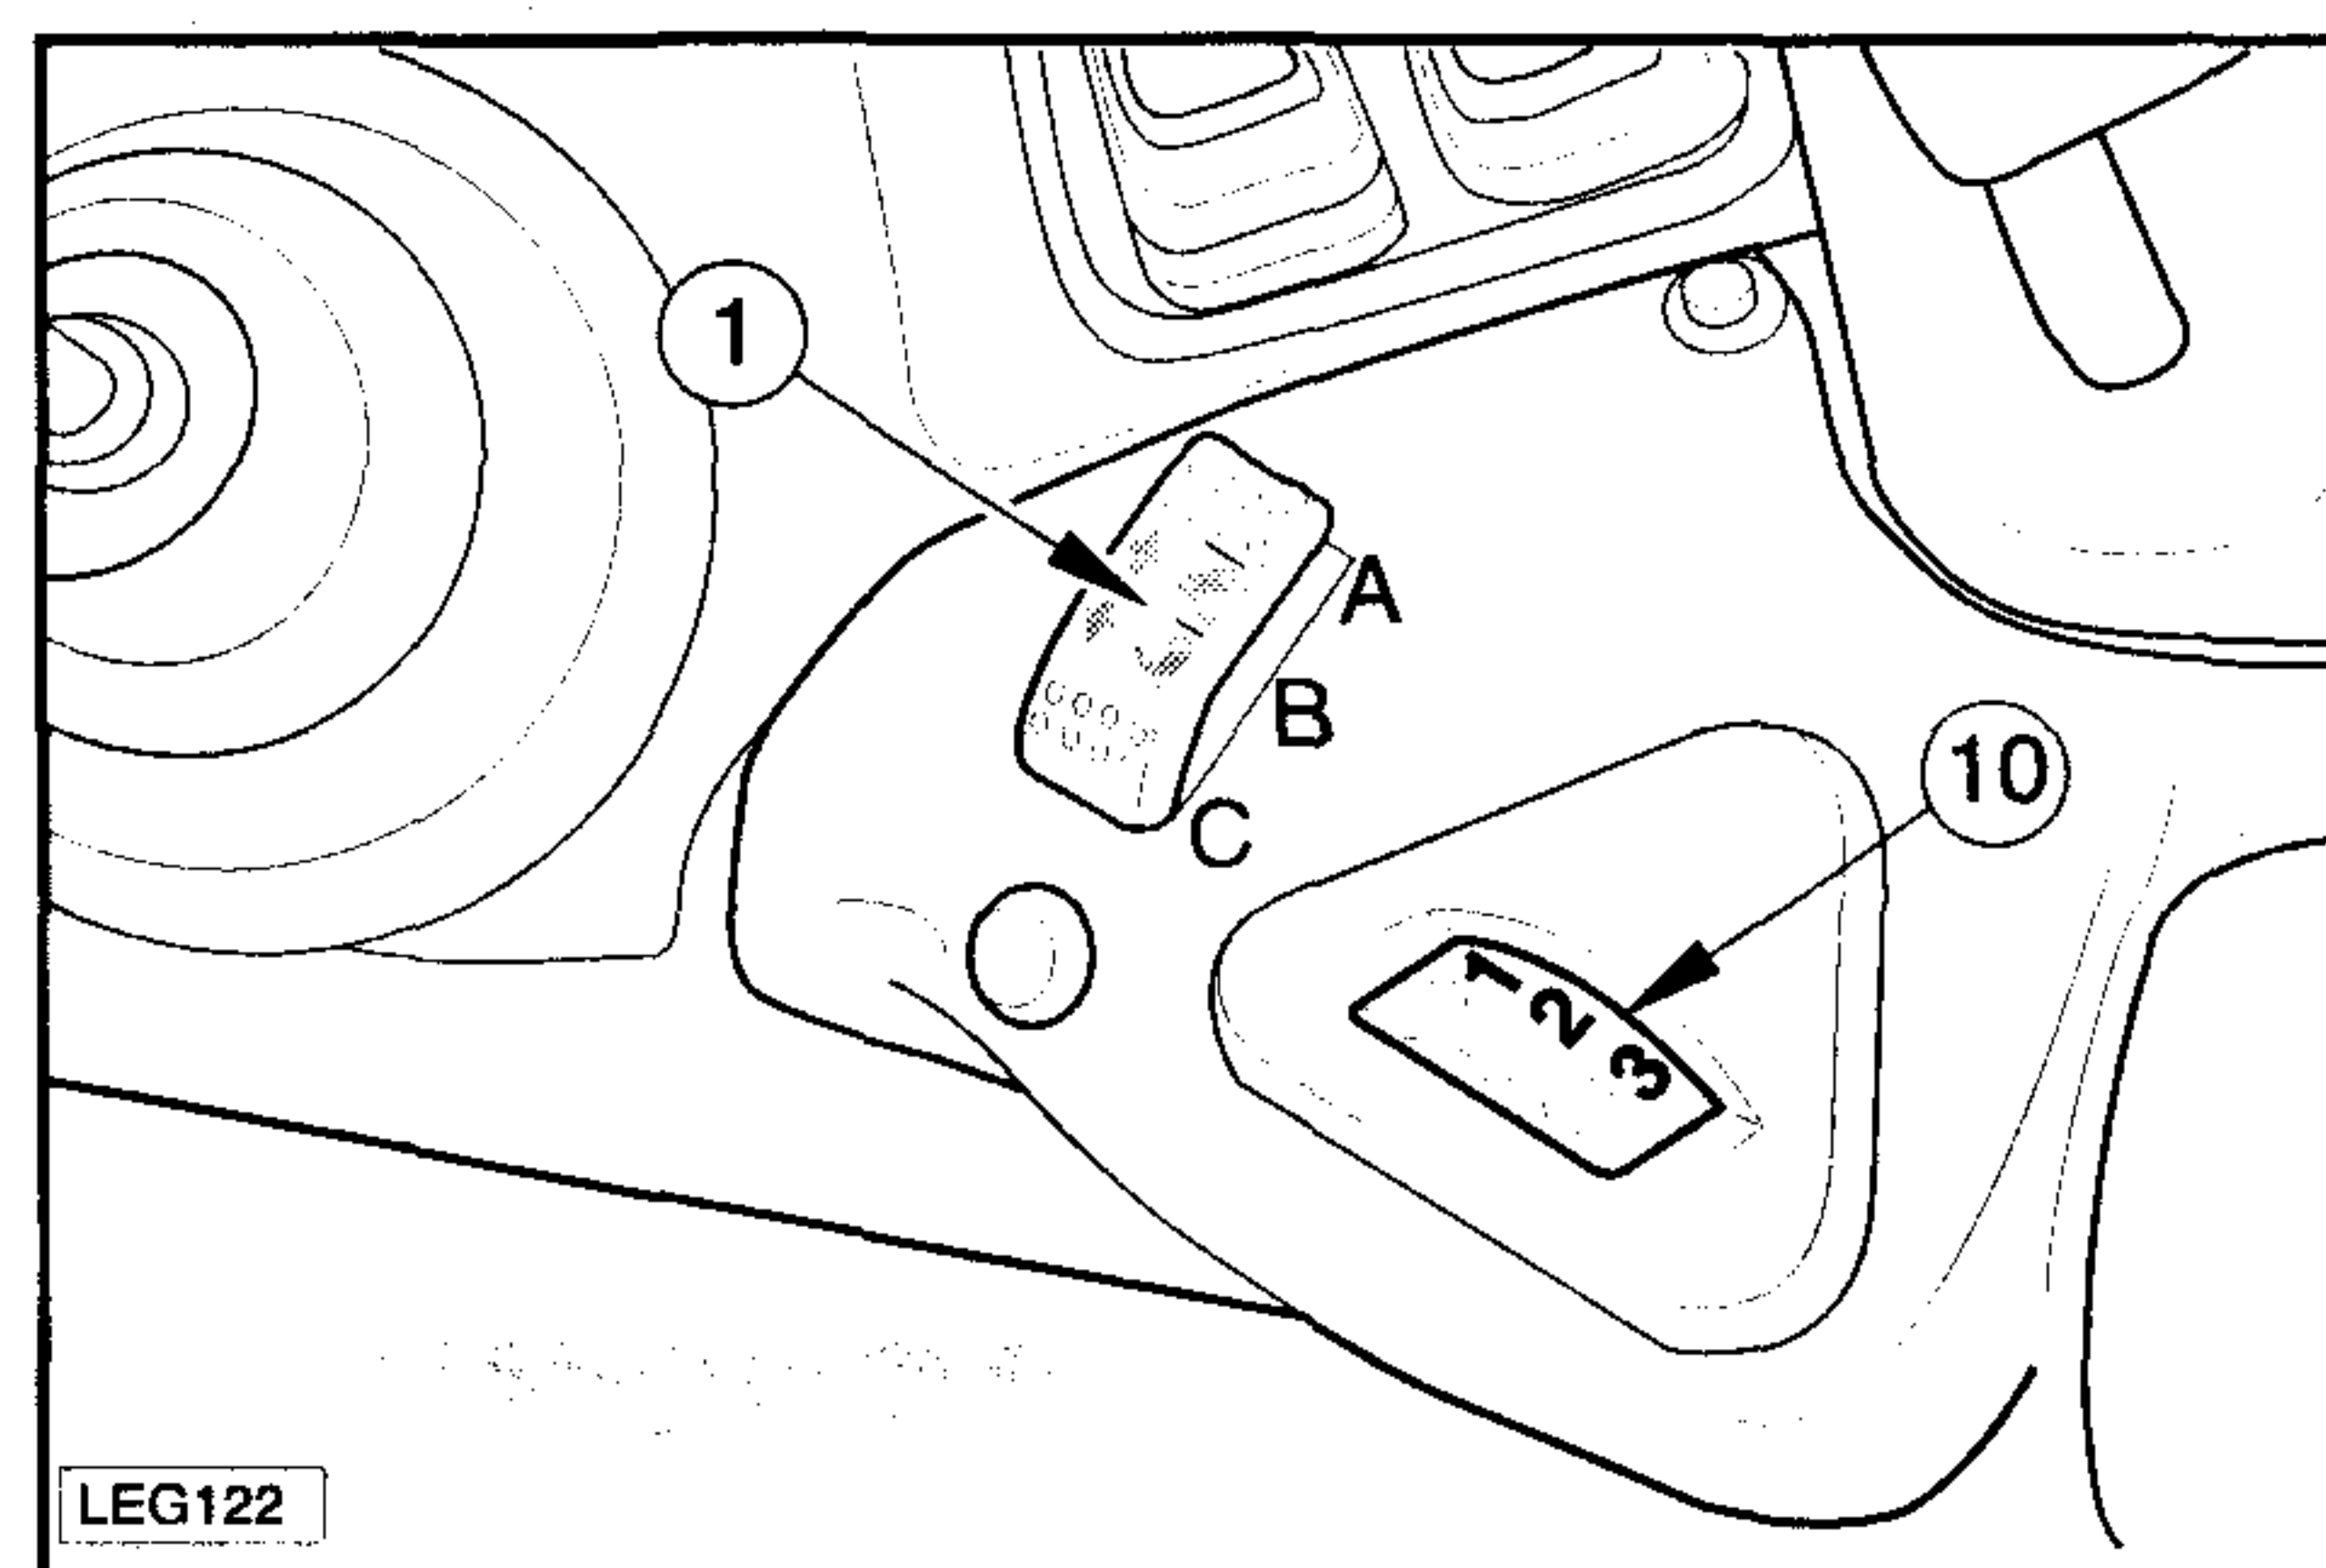

Fig. 4-75
Para poder utilizar los mandos externos basta una simple presión en los pulsadores para subir o bajar los brazos del elevador. Restablecer luego nuevamente el control del elevador activando el interruptor (1 - Fig. 4-75).
- Para restablecer el control del elevador desde el tablero de mandos es necesario desbloquear el dispositivo de seguridad llevando el interruptor (1 - Fig. 4-75) a la (Pos. A) y luego en la posición de trabajo (C).